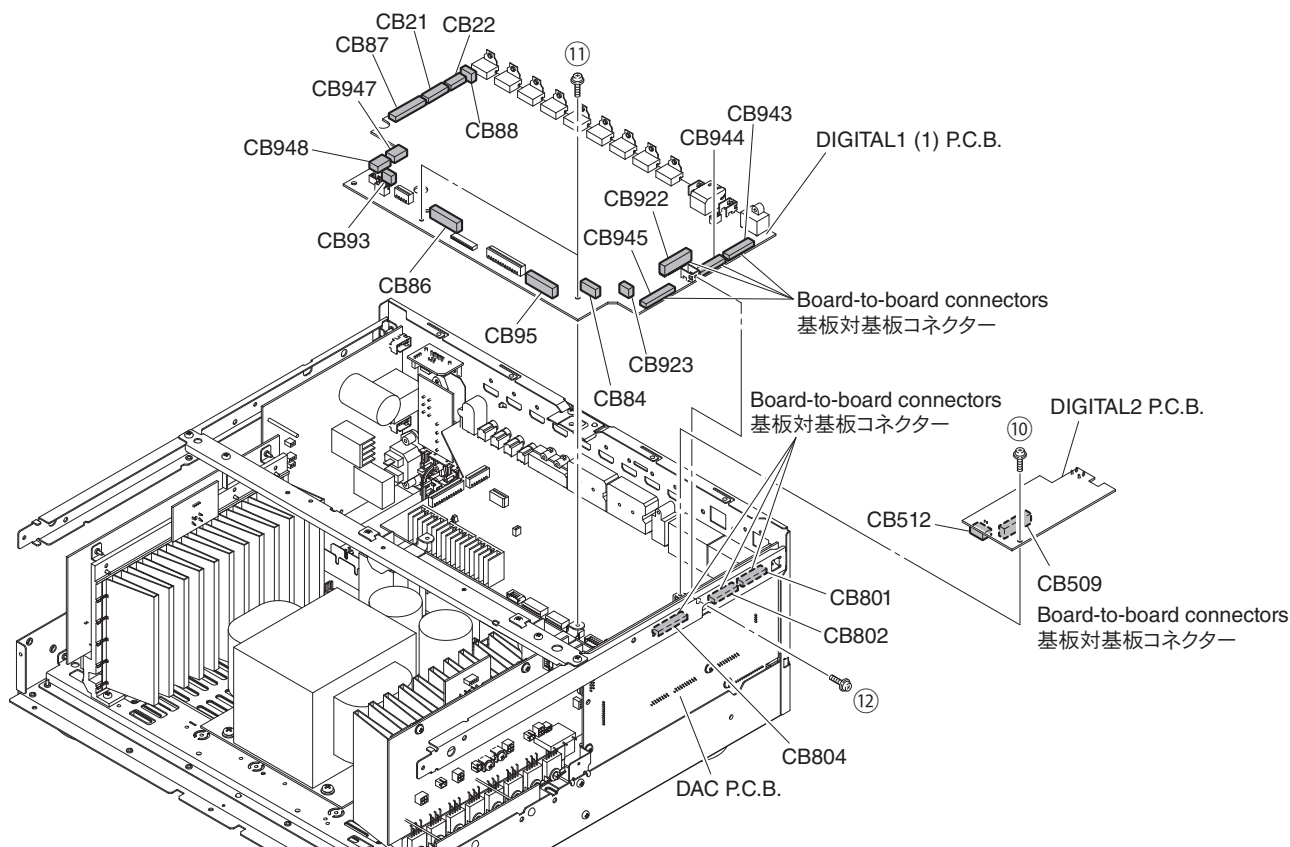

Fig. 2
- Remove screw (10). (Fig. 2)
- Remove CB512 and then remove the DIGITAL2 P.C.B. which is connected directly to the DIGITAL1 (1) P.C.B. with board-to-board connectors. (Fig. 2)
4. Removal of DIGITAL1 (1) P.C.B.
- Remove 2 screws (11) and screw (12). (Fig. 2)
- Remove CB21, CB22, CB84, CB86~88, CB93, CB95, CB923, CB947 and CB948. (Fig. 2)
- Remove the DIGITAL1 (1) P.C.B. which is connected directly to the DAC P.C.B. with board-to-board connectors. (Fig. 2)
- ⑩ ネジ 1 本を外します。(Fig. 2)
ただし、DIGITAL2 P.C.B. は DIGITAL1 (1) P.C.B. に基板対基板コネクタで直接接続されています。(Fig. 2)
4. DIGITAL1 (1) P.C.B. の外し方
- ⑪ のネジ 2 本、⑫ のネジ 1 本を外します。(Fig. 2)
- CB21、CB22、CB84、CB86 ~ 88、CB93、CB95、CB923、CB947、CB948 を外します。(Fig. 2)
- DIGITAL1 (1) P.C.B. を外します。
ただし、DIGITAL1 (1) P.C.B. は DAC P.C.B. に基板対基板コネクタで直接接続されています。(Fig. 2)